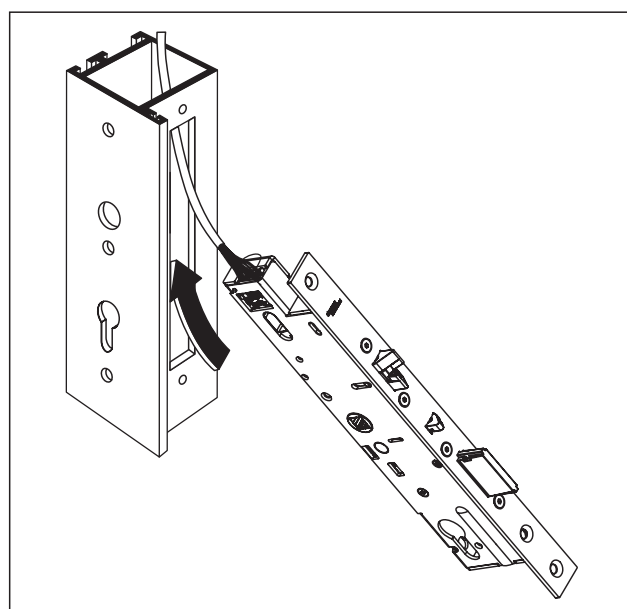

Abb. 16 Türschloss einführen
2. Das Türschloss in den Türblattausschnitt einführen (Abb. 16).